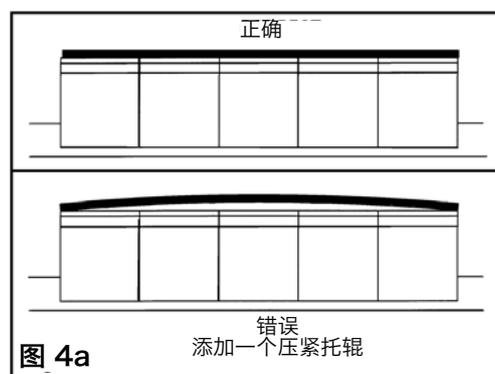

图 4a
4. **设置刮刀张力。**向下旋转上调整螺栓止动螺母直至在整个清扫器宽度范围内刀头与输送带之间可以略微接触。再将上调整螺栓止动螺母转动 $1\frac{1}{2}$ 圈，拧紧下调整螺栓止动螺母。拧紧所有锁定块锁定螺栓。**注意：**如果输送带凹陷，切勿过度张紧刮刀使其接触输送带。应安装一个压紧托辊将输送带压平整 (图 4a 和 4b)。(尝试稳定回程辊或稳定辊架套件。)